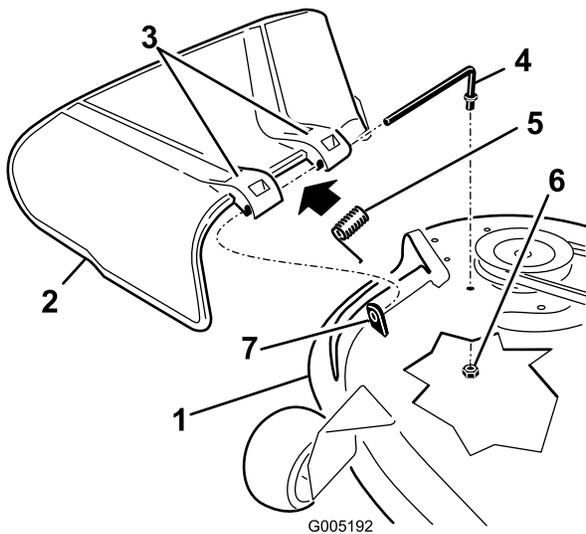

Figura 68
1. Retire la tuerca ($\frac{3}{8}$ " de la varilla (debajo del cortacésped) (Figura 68).
- Retire la varilla del espaciador corto, del muelle y del deflector de hierba (Figura 68).
- Vuelva a colocar el deflector de hierba (Figura 68).
- Deslice la varilla por el segundo soporte del deflector de hierba (Figura 68).
- Sujete el extremo trasero de la varilla al cortacésped con una tuerca (3/8"), según se muestra en Figura 68.